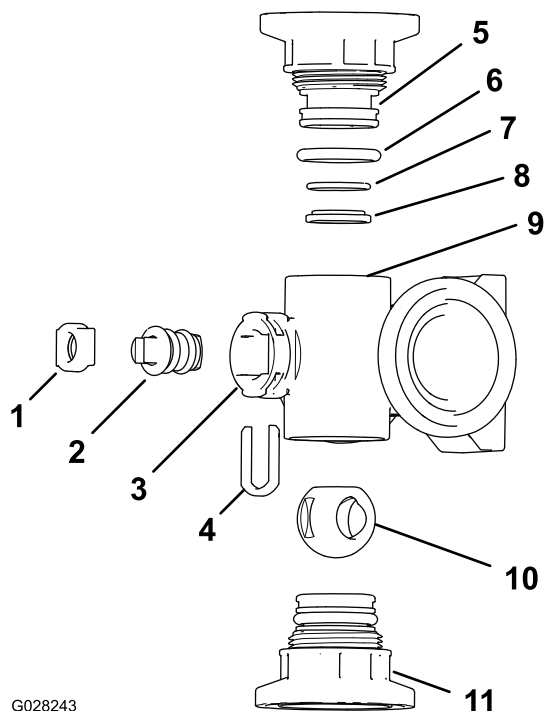

Bild 72
2. Nehmen Sie das Anschlussstück mit den zwei Endkappen von jedem Ende des Verteilergehäuses ab (Bild 72 und Bild 73).
- Nehmen Sie den Schafthalter aus den Schlitzen im Schaftanschluss im Verteiler heraus (Bild 72 und Bild 73).
- Nehmen Sie den Schafthalter und den Ventilschaftsockel aus dem Verteiler heraus (Bild 72 und Bild 73).
- Fassen Sie in das Verteilergehäuse und nehmen Sie den Ventilschaft heraus (Bild 72 und Bild 73).
- Überprüfen Sie den Zustand der O-Ringe des Auslaufanschlussstücks (nur Abschnittsventilverteiler), der Endkappen-O-Ringe, der hinteren O-Ringe und den Kugelsockel auf Beschädigungen oder Abnutzung (Bild 72 und Bild 73).
- Fetten Sie den Ventilschaft ein und setzen ihn in den Ventilschaftsockel (Bild 72 und Bild 73) ein.
- Setzen Sie den Ventilschaft und den Sockel in den Verteiler und befestigen Sie den Schaft und den Sockel mit dem Schafthalter (Bild 72 und Bild 73).
- Stellen Sie sicher, dass die hinteren O-Ringe und der Kugelsockel ausgefluchtet sind und im Endkappen-Anschlussstück sitzen (Bild 72 und Bild 73).
- Bringen Sie das Endkappen-Anschlussstück am Verteilergehäuse an, bis der Flansch des Endkappen-Anschlussstücks das Verteilergehäuse berührt (Bild 72 und Bild 73), drehen Sie das Endkappen-Anschlussstück dann um eine weitere Achtel- oder Vierteldrehung und ziehen es bis auf 2,26-2,82 N·m an.